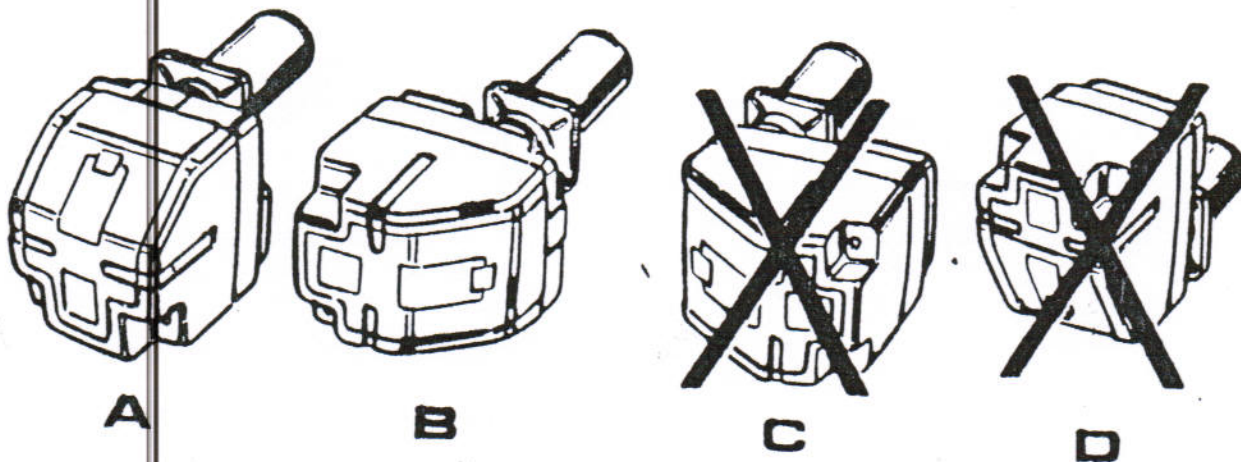

FIG. 11
Después de que se haya preparado la parte frontal del generador de calor respetando las medidas indicadas en la fig. 2, hay que fijar la placa conexión del quemador (34) utilizando los dos tornillos inferiores teniendo cuidado de interponer el cartón de amianto que se entrega con el quemador. Montar el quemador sobre la placa de conexión y posicionarlo como se indica en la fig. 11 (detalles A y B). Después bloquear el quemador utilizando el tornillo (83) y fijar la placa de conexión con los dos tornillos superiores (ver fig. 15).